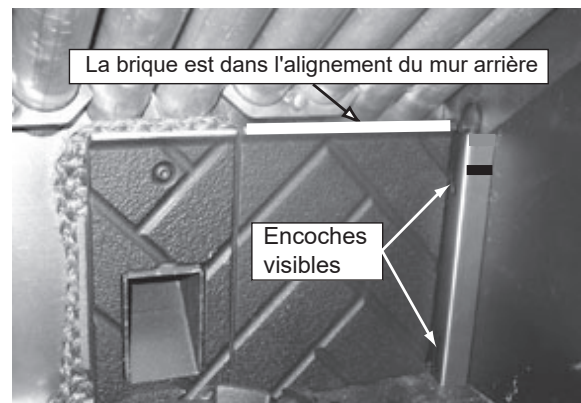

Figure 26.5
2. La brique affleure la paroi arrière et les encoches du support latéral sont visibles. **Figure 26.5.**